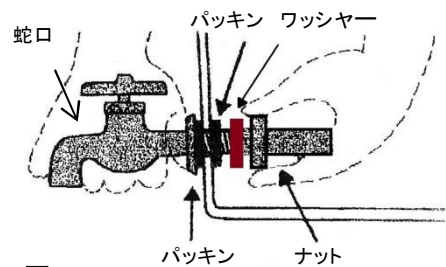

図1
① ポリバケツの底から約10cmのところに、パッキンの内側を使いマジックで印をつける。キリとカッター(又は電動ドライバドリル)で丸く蛇口が入る穴を開ける。やすりで形を整える。
② 開けた穴に、パッキンを取り付けた蛇口を差し込み、バケツの内側からはパッキンとワッシャーを付ける。パッキンのバケツが接する内外の場所に接着剤をつけ、ナットを付けて回し蛇口をしっかり固定する。(図1)